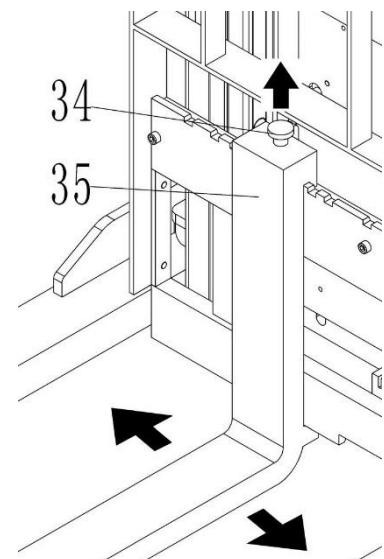

Рис. 13: Перемещение вил
- Потянув вверх позиционирующий штифт (рис. 13, поз. 34), выведите его из фиксированного паза.
- Установите вилы (рис. 13, поз. 35) в соответствующее положение.
- Опустите позиционирующий штифт (рис. 13, поз. 34), перемещайте вилы до тех пор, пока позиционирующий штифт не войдет в крепежный паз.
- Освободите позиционирующие штифты вил (рис. 13, поз. 34).